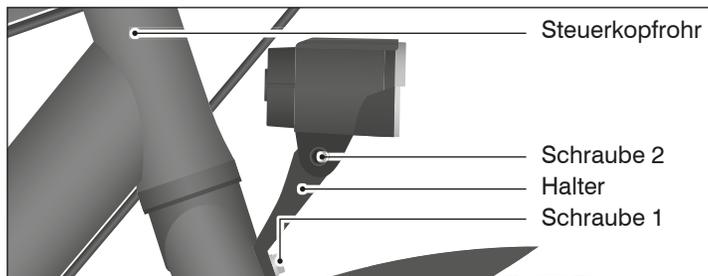

Abb.: E-6 Schrauben zur senkrechten und waagerechten Einstellung des Scheinwerfers (exemplarisch).
2. Zum Einstellen des Halters drehen Sie Schraube 1 gegen den Uhrzeigersinn so weit heraus, bis sich der Halter verdrehen lässt (siehe Abb.: E-6).
2. Drehen Sie Schraube 2 gegen den Uhrzeigersinn so weit heraus, bis sich der Scheinwerfer mit leichtem Widerstand nach vorne bzw. nach hinten kippen lässt (siehe Abb.: E-6).